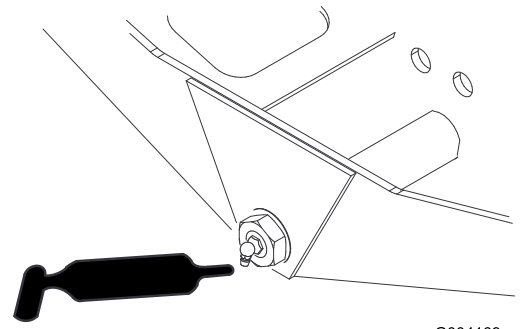

図 57
- ・ アクスルのステアリング・ピボット (1ヶ所) (図 57)